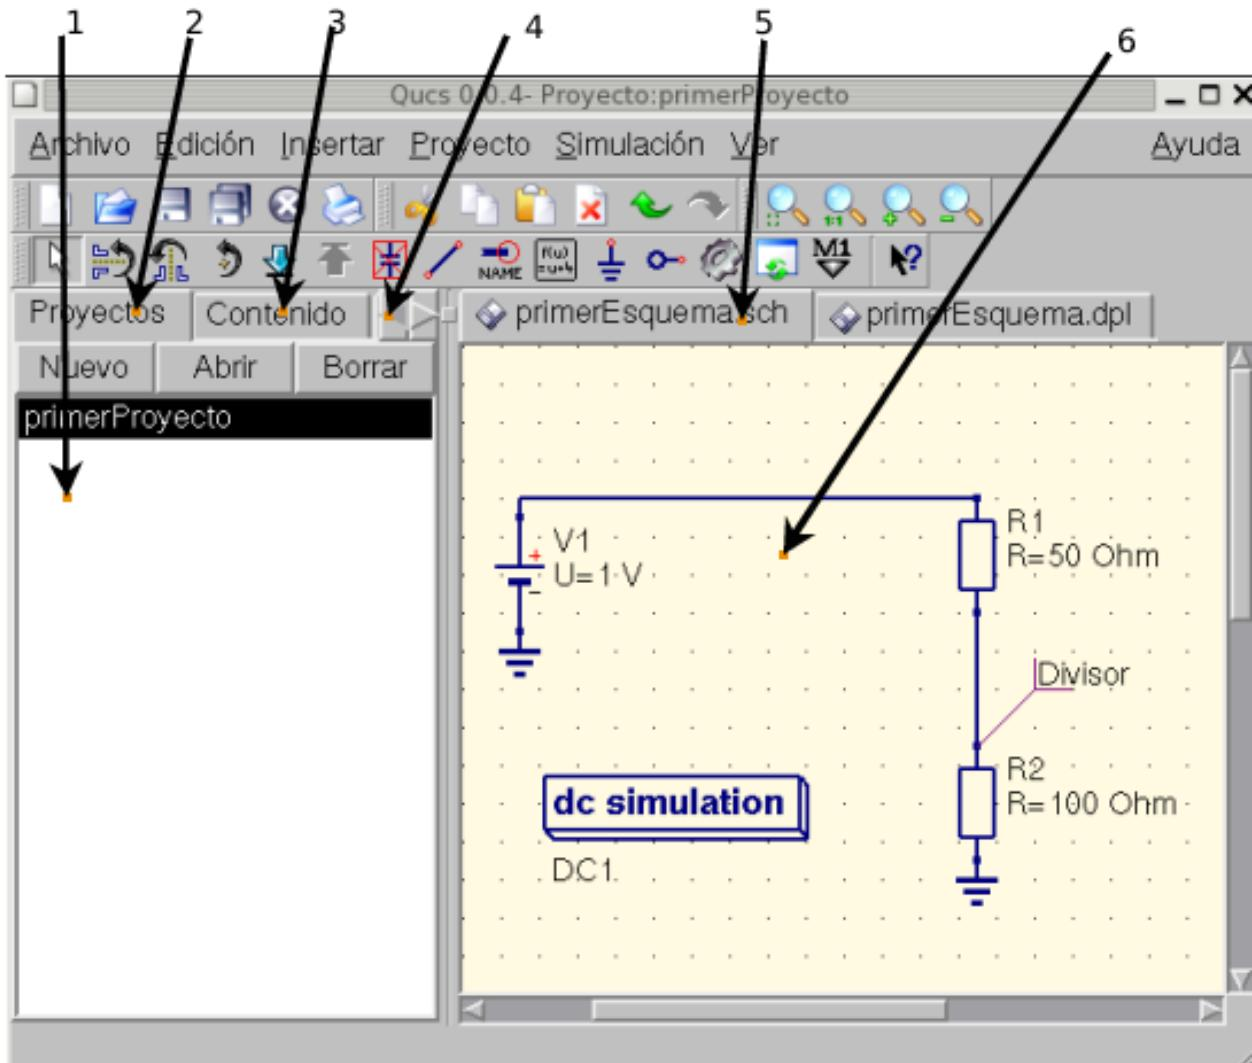

Figura 1 - Ventana principal de Qucs
La primera vez que arranca Qucs, crea el directorio ”.qucs” dentro de su directorio home. Todos los archivos se graban en este directorio o en alguno de sus subdirectorios. Después de que se haya cargado Qucs, verá la ventana principal con un aspecto similar al de la figura 1. En el lado derecho hay un área de trabajo (6) que contiene los esquemas, visores de datos, etc. Si usa las pestañas (5) sobre ese área, puede cambiar con rapidez entre los documentos que estén abiertos. A la izquierda de la ventana principal de Qucs hay otro área (1), cuyo contenido depende de la selección de las pestañas que se encuentran en su parte superior: “Proyectos” (2), “Contenido” (3) y “Componentes” (4). Después de ejecutar Qucs, la pestaña de “Proyectos” (2) se activa. Si es la primera vez que arranca este programa, este área está vacía porque no tiene ningún proyecto. Pulse el botón “Nuevo” que está encima de este área (1) para que se abra un diálogo. Escriba el nombre de su primer proyecto, p. ej. “primerProyecto” y pulse el botón “Crear”. Qucs crea un directorio de proyecto dentro del directorio ~/.qucs, para este ejemplo se llamará “primerProyecto_prj””. Todos los archivos que pertenezcan a este nuevo proyecto se guardarán dentro de este directorio. El proyecto nuevo se abre inmediatamente (como se puede ver en la barra del título de la ventana) y las pestañas cambian a la posición de “Contenido” (3), en la que se muestra en contenido del proyecto abierto. Aún no tiene ningún documento, así que pulse guardar en la barra de herramientas (o use menú principal: Archivo ->Guardar) para guardar el documento sin título que ocupa el área de trabajo (6). Se le pedirá el nombre del nuevo documento. Escriba “primerEsquema” y pulse el botón “Guardar”.
Ahora queremos hacer una simulación simple de corriente continua, es decir, queremos analizar el circuito de la figura (1). Active la pestaña “Componentes” ((4) en la figura 1). Ahí verá una caja desplegable donde puede escoger un grupo de componentes, y debajo, los componentes del grupo seleccionado. Escoja “componentes sueltos” y pulse en el primer símbolo: “Resistencia”. Si mueve el cursor del ratón al área de trabajo (6) llevará el dibujo del símbolo de una resistencia. Al pulsar el botón derecho del ratón rota el símbolo, al pulsar el botón izquierdo coloca el componente en el esquema. Repita este proceso para todos los componentes tal y como muestra la figura 1. Las fuentes de tensión están en la pestaña de “fuentes”, el símbolo de tierra se puede tomar de “componentes sueltos” o desde la barra de herramientas, la simulación que queremos está definida en los bloques grandes de simulación que están en la pestaña “simulaciones”. Para editar los parámetros de la segunda resistencia, haga doble clic sobre ella. Aparece un diálogo en el que puede cambiar la resistencia. Escriba “100 Ohm” en el campo de edición que está en el lado derecho y pulse intro.